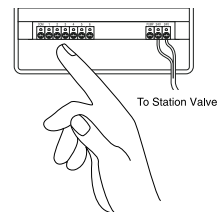

Ilustración 20: Conexión de alambres de válvula
- Conecte el cable común a la terminal marcada "COM" [Vea la ilustración 20].